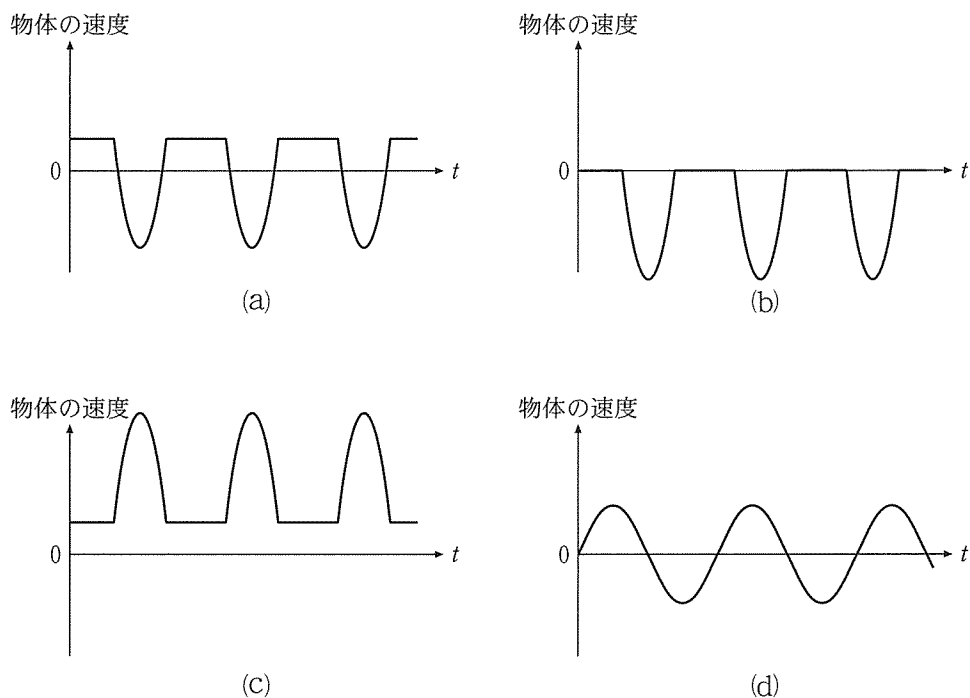

図 4
- (11) 物体の速度の時間変化として正しく図示されているものを図 4 の(a)~(d)の中から 1 つ選べ。